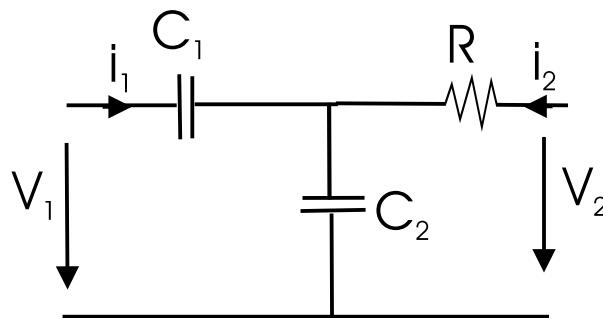

Figura A.21: quadripolo passivo simétrico.
Considere a montagem da figura A.21. Calcular:
Realizar a montagem da figura A.21 com  $C_1 = C_2 = 220 \text{ nF}$  e  $R = 1 \text{ k}\Omega$ .
- propôr um método de medida para a curva de fase da impedância de entrada  $Z_e = v_1/i_1$  com  $R_L = 100\Omega$ . Explicar como executar esse método e medir  $Z_e$  para o circuito da figura A.21.